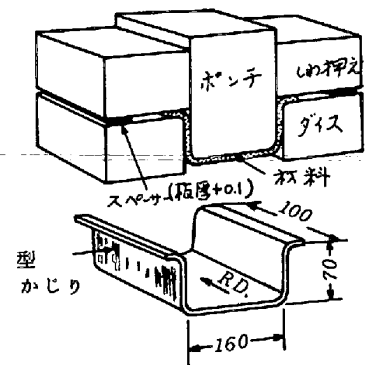
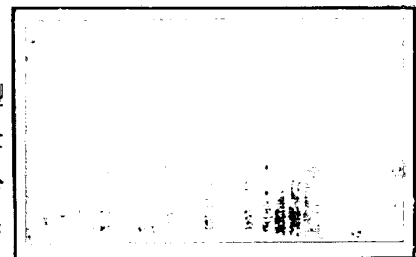

図1 型かじり試験法
図2 実験の型かじり例
2. 型かじり試験法 図1は試験法の概略で、油圧プレスによるU曲げである。ダイスと押え板のすき間は板厚よりも大きくしわ押え力は直接かからない。試験条件としては実際の状況を参考にし、ダイスとポンチのすき間を板厚+0.1mmと、板表面は脱脂した。図2は実験によるかじりの例で、U曲げの側壁部に絞り方向の線状キズと同時にムシレ状のキズもみられる。試験値としては、全面がムシレ状の場合を評点1、全面が線状キズの場合を評点5、全面が鏡面の場合を評点10とし、その程度に応じて10段階に分類した標準サンプルによって評点をつけた。この値が大きいほどすぐれている。図2は評点4である。この試験法は実際のプレス成績と対応することを確認した。